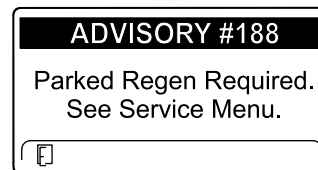

Figure 41
- ADVISORY #188 (avis n° 188), demande de régénération en stationnement (Figure 41)